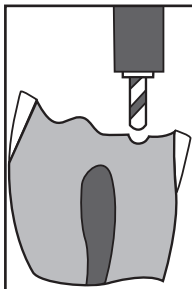
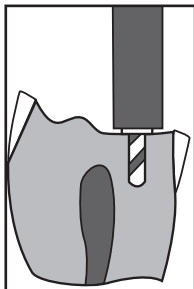

Figure 2
Figure 3
4. Der MAX Pin Stufenbohrer wird in einem unteretzten Winkelstück (2 grüne Ringe) eingespannt (**Abb. 2**). Der Kanal wird langsam und gefühlvoll bis knapp zur Schulter präpariert (**Abb. 3**). Es wird mit 750-1000 U/Min im Uhrzeigersinn gebohrt.